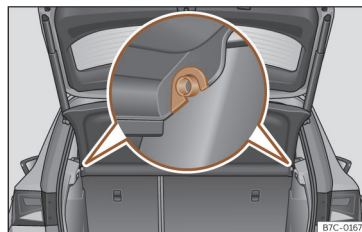

Fig. 158 Dans le coffre à bagages : démonter et remonter la plage arrière.
- Dégagez la plage arrière des supports latéraux >>> **fig. 158** en la tirant vers le haut puis en la détachant.
- Introduisez la plage arrière horizontalement en faisant coïncider la « forme en U » sur l'axe des supports >>> **fig. 158**, et appuyez vers le bas jusqu'à ce qu'elle s'encastre.